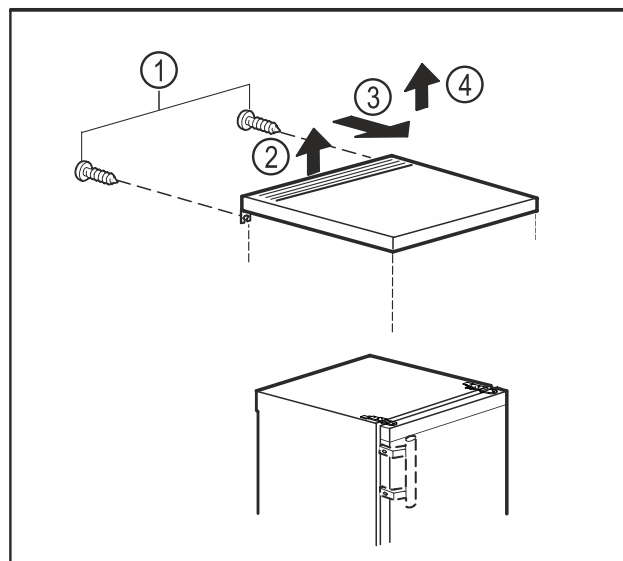

Fig. 9
- ▶ Удалите винты с задней стенки. Fig. 9 (1)
- ▶ Приподнимите столешницу сзади. Fig. 9 (2)
- ▶ Сдвиньте столешницу вперед. Fig. 9 (3)
- ▶ Снимите столешницу движением вверх. Fig. 9 (4)